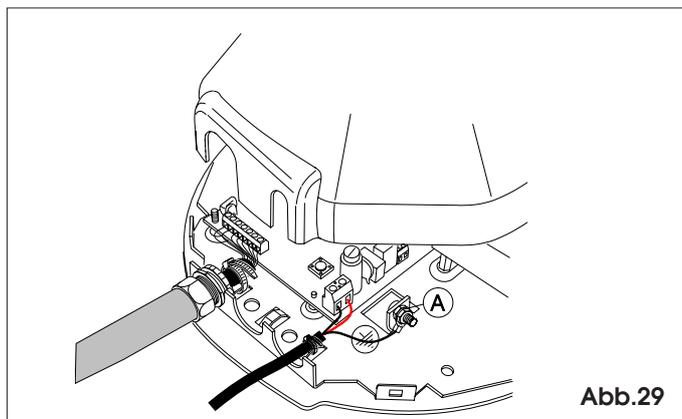

Abb.29
9.3 Die Erdöse über die Schraube ziehen und unter Unterlegen einer Scheibe mit der Mutter festziehen (Abb.29 Bez.A).
9.4 Werden für die Kabelbefestigung Schellen verwendet, ist die Öse, wie in Abb.29 gezeigt, zu bewerkstelligen.